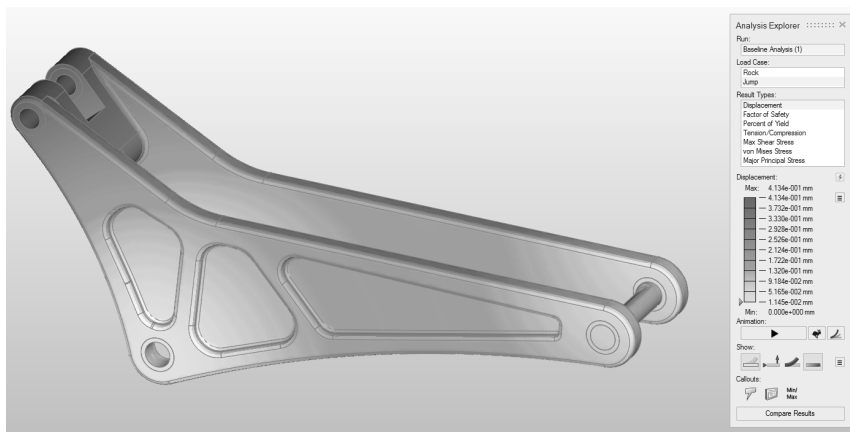

图 8-14
1) 在分析探索器的结果类型下，选择位移，如图 8-14 所示。